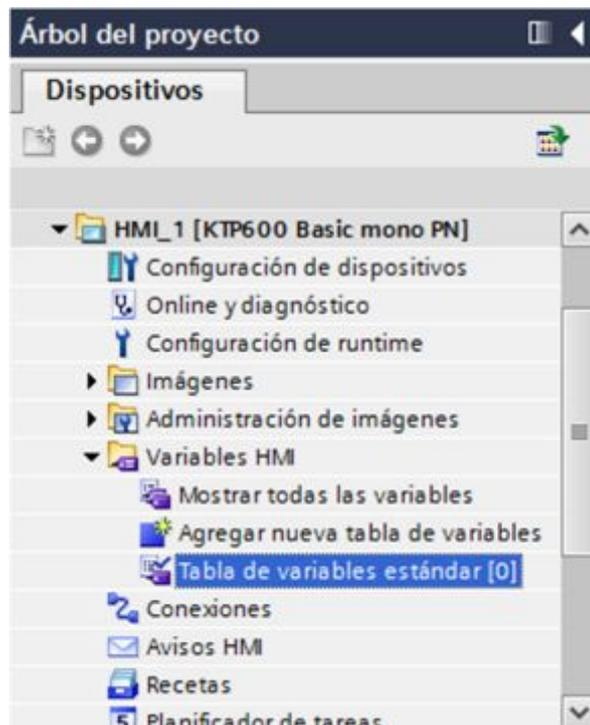

FIGURA 128: Árbol del proyecto – tabla de variables estándar.
* Luego dentro del árbol del proyecto ir a Variables del HMI e ingresar a Tabla de variables estándar (FIGURA 128).